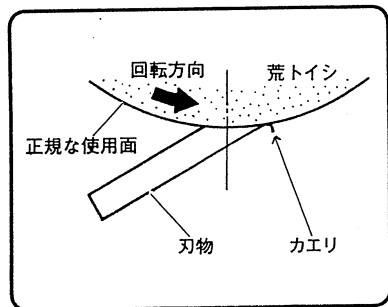

図 18
(5) 刃が付いてくると、刃裏面にカエリ（少ないほうがよい）が出てきます。（図18）カエリは刃先全体に出るまで研磨します。